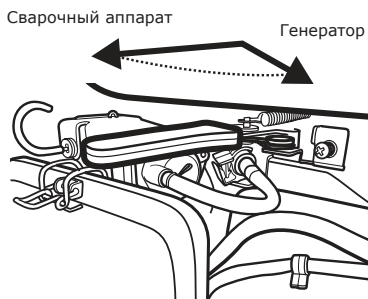

Рис. 19
Внимание! Одновременное использование генераторной установки для выработки переменного тока и постоянного тока для сварочных работ ЗАПРЕЩЕНО! Для выбора режимов работы установок УГСБ-2000/100, УГСБ-4000/190, УГСБ-4500(-1)/220 предусмотрен переключатель, расположенный рядом с воздушным фильтром (рис. 19). В моделях УГСБ-2800/120И, УГСБ-4000/200И переключатель находится на панели управления (рис. 5).
3. Переведите переключатель режимов в положение «Сварочный аппарат» (рис. 19).